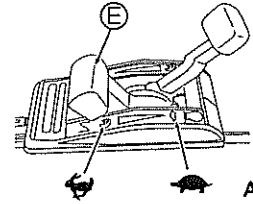

Abb. 13
- Vergewissern Sie sich, dass niemand hinter Ihnen steht, wenn Sie am Startergriff (V) ziehen.
- Umfassen Sie den Startergriff (V) mit festem Griff, wenn Sie daran ziehen.
- Lassen Sie den Startergriff (V) langsam zurück in die Ausgangsposition.
- 5 Lassen Sie den Motor etwas warmlaufen, bevor Sie die Maschine verwenden. Nach dem Warmlaufen des Motors können Sie mit dem Mähen beginnen, indem Sie den Gashebel (E) auf "I" stellen. (Siehe Abb. 13)